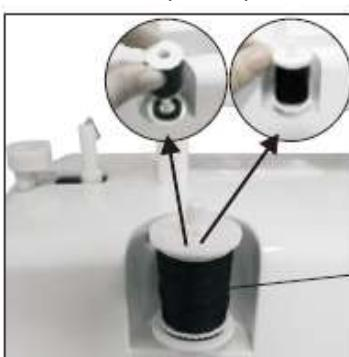

Fig.20
1. Breng een klos met draad aan op de klospen. (Fig.20)